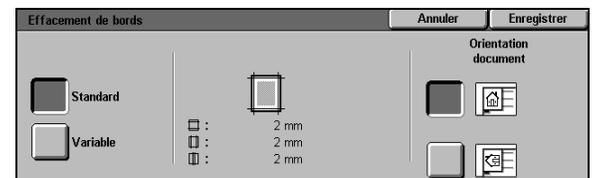

Figure 28 : Fonction Effacement de bords désactivée
- 2 Sélectionnez **Non** (voir la figure 28).